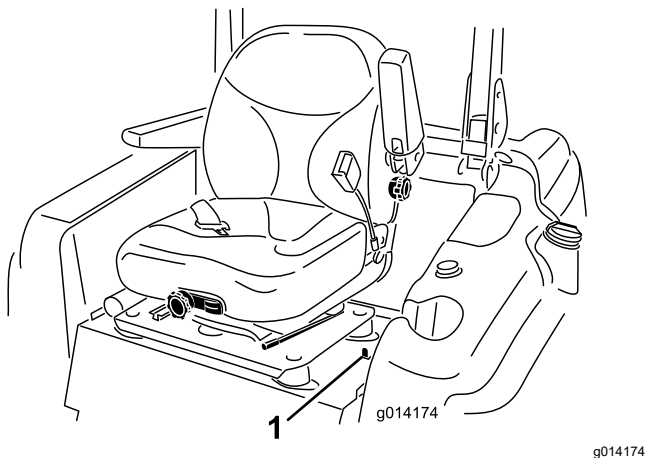

Figura 19
1. Mueva el enganche del asiento, situado en el lado izquierdo del asiento, hacia atrás para desenganchar el asiento, y tire hacia adelante la parte superior del asiento (Figura 19).